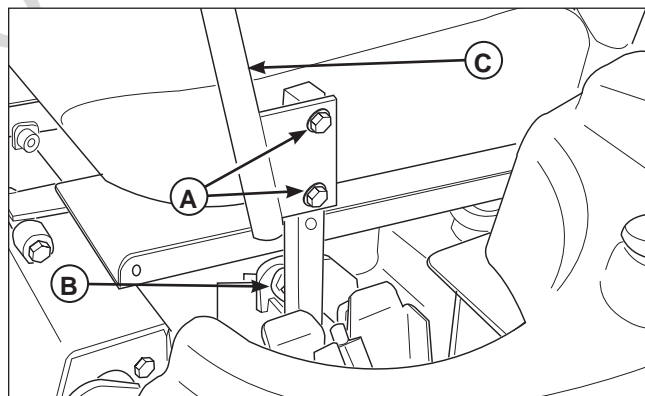

Figure 14. Réglage des leviers de commande
Desserrer la quincaillerie de fixation (A, figure 14) et faire pivoter le ou les leviers (C) vers l'avant ou vers l'arrière pour les aligner l'un sur l'autre.
Retirer la quincaillerie de fixation (A, figure 14) et repositionner la poignée vers le haut ou vers le bas, à partir de sa position initiale. Il faudra re-régler l'alignement des poignées tel qu'il l'est décrit ci-dessus.